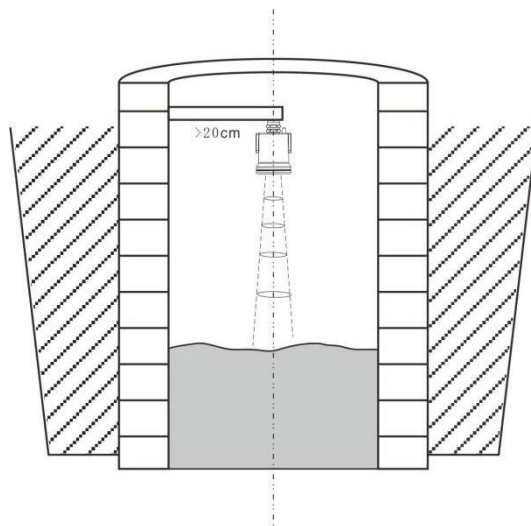

图 4-3 安装至少离容器壁20cm
- 仪器安装至少离侧壁20cm，地下管网安装尽量靠近下水井中央，否则井壁容易产生干扰信号，影响测量判断，如图4-3所示。